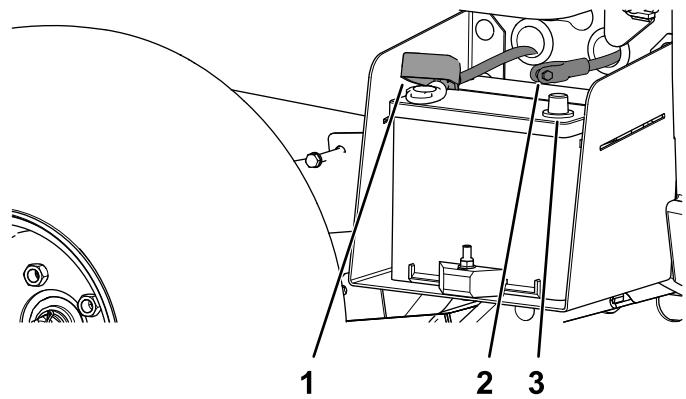

Figura 5
3. Conecte el cable positivo (rojo) al borne positivo (+) de la batería y sujetelo con los pernos y las tuercas (Figura 5).